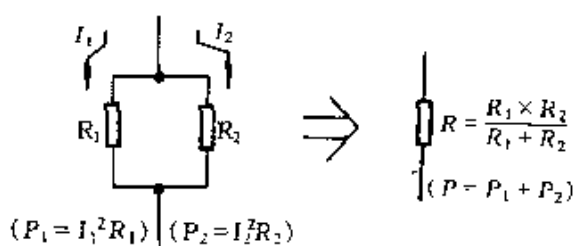

图 3-65
③ 当现有电阻的功率不能满足需要时, 可以采用并联的办法增大电阻的功率。当图 3-63 所示为两个相同阻值、相同功率的电阻 R_1 并联, 其等效电阻的总功率 $P = 2P_1$ 。图 3-65 所示为两个不同阻值的电阻 R_1 、 R_2 相并联时的情况。由于两电阻